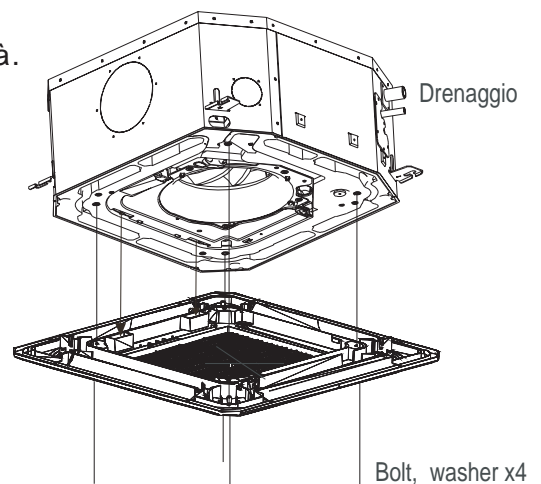

Fig.23
1. Allineare correttamente il motore di brandeggio sul pannello ai raccordi dei tubi del corpo dell'unità. (Fig. 23)
2. Agganciare le quattro corde fisse del corpo principale al coperchio di installazione e agli altri tre coperchi del motore di brandeggio. (Fig. 23)